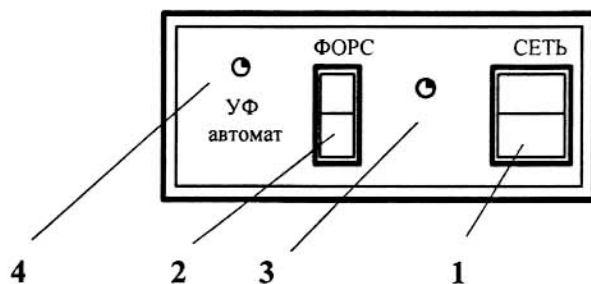

Рис.2 Панель управления ОМ-22
Кнопки выбора режимов работы прибора находятся на панели управления (рис.2).
- Бактерицидная лампа включается на 1 час автоматически после каждых 12 часов работы прибора. Во время работы бактерицидной лампы горит индикатор (Рис.2 поз.4)